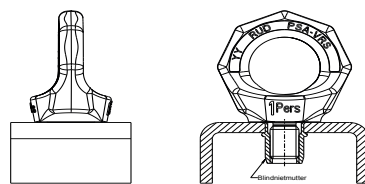

Рис. 1: Заклепочная гайка
6. Закрепление в стальных или полых профилях возможно с применением заклепочной гайки типа Rivkle из стали или нержавеющей стали. Соблюдать при этом указания изготовителя по монтажу. При закреплении **заклепочной гайкой Rivkle** использовать гайку типа **343 66 120** с компактной утопленной головкой (см. рис. 1).